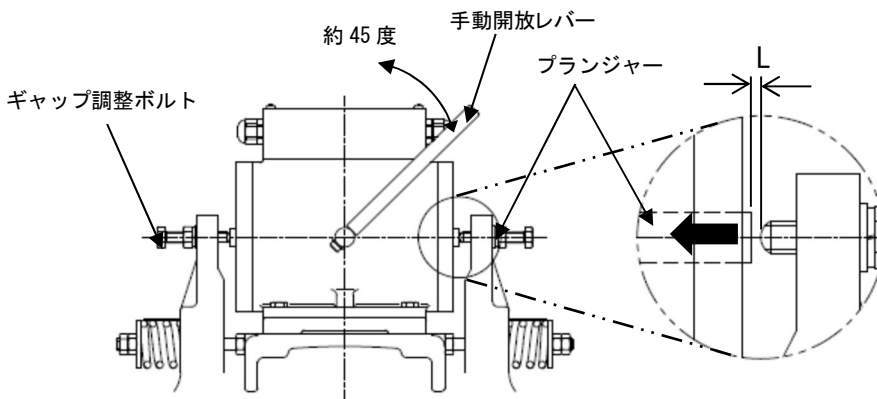

図7 プランジャーストローク寸法
- (2) ブレーキを閉じた状態でのプランジャーストローク寸法(L)を測定します。(図7)